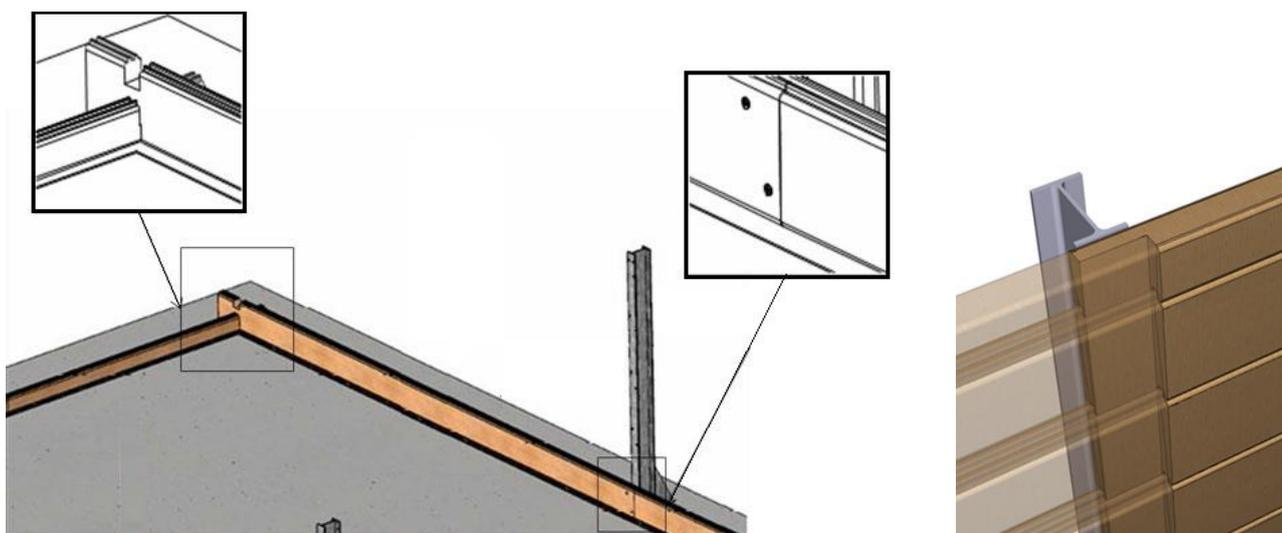

Figura 9 – Bloqueo de tabloneros entre ellos
- en los 2 puntales (están perforados previamente, como se muestra en Figura 9) utilizando 14 tornillos torx A2 torx 6 x 30 de acero inoxidable A2 (bolsa C).